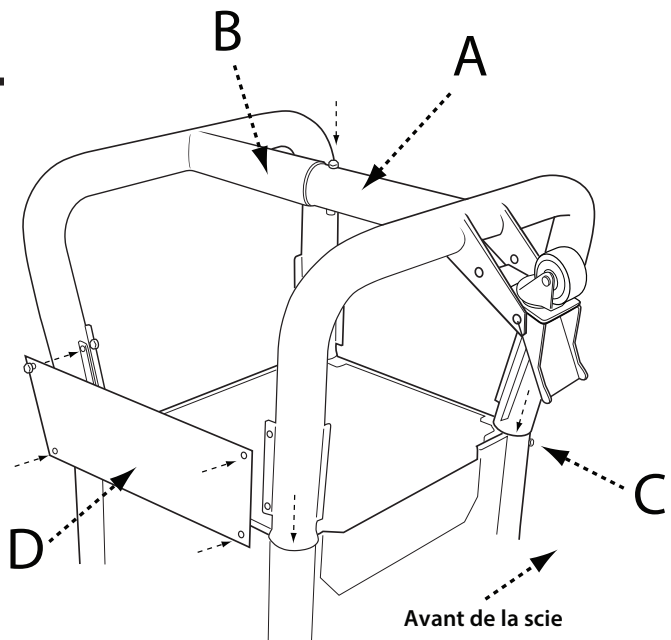

FIGURE 1
1. Connectez les deux pattes tubes en insérant l'extrémité de la patte gauche (A) dans l'extrémité de la patte droite (B) comme le montre la Figure 1. Fixez avec boulon de carrosserie M8 X 70 mm et un écrou autobloquant, puis serrez à la main.
2. Insérez les quatre extrémités ouvertes des pattes tubes dans les colliers des pattes (C), comme illustré. Fixez chaque patte avec un boulon et un écrou de 6 mm x 72 mm.
3. Fixez les panneaux de support de patte arrière et avant (D) sur les pattes à l'aide de quatre boulons autotaraudeur M6 x 10 mm.